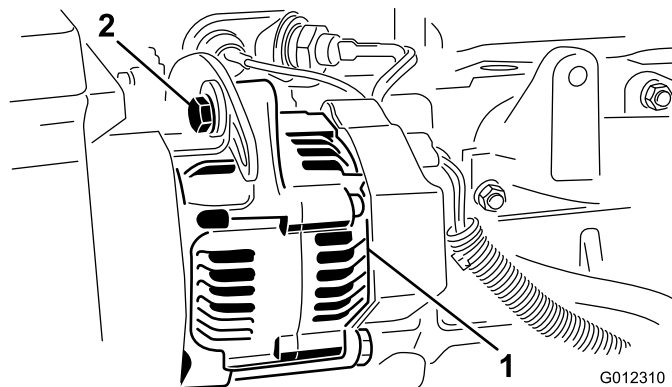

Figura 41
- Se l'inflessione non è di 10 mm, allentate i bulloni di fissaggio dell'alternatore (Figura 41). Aumentate o riducete la tensione della cinghia dell'alternatore e serrate i bulloni. Controllate di nuovo la flessione della cinghia per accertarvi che sia corretta.